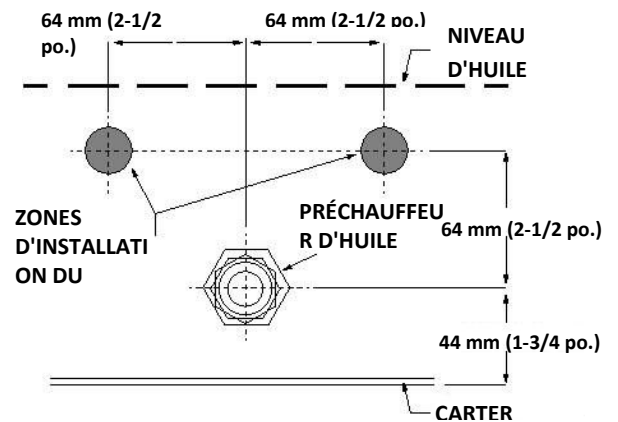

Figure 6. Zones possibles pour l'installation du thermostat. Remarquer le niveau d'huile minimum.
3. Installer le thermostat à environ 2- $\frac{1}{2}$ pouces (64 mm) de chacun des côtés du préchauffeur d'huile et à 2- $\frac{1}{2}$ pouces (64 mm) au-dessus du préchauffeur. Voir la figure 6.